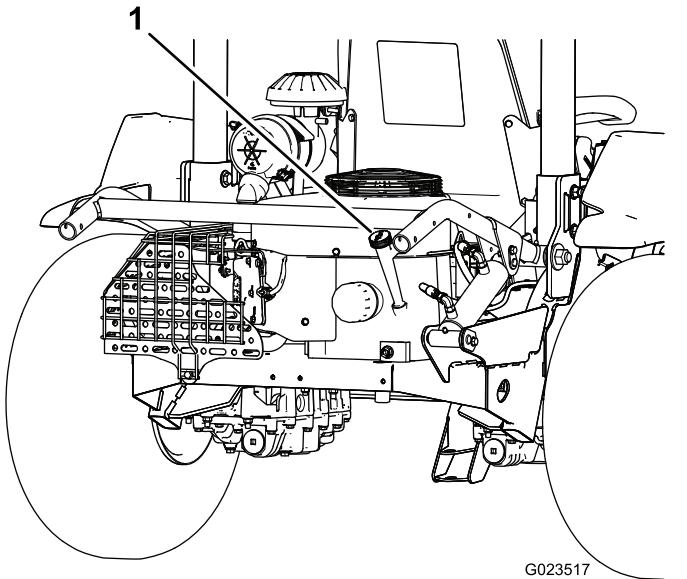
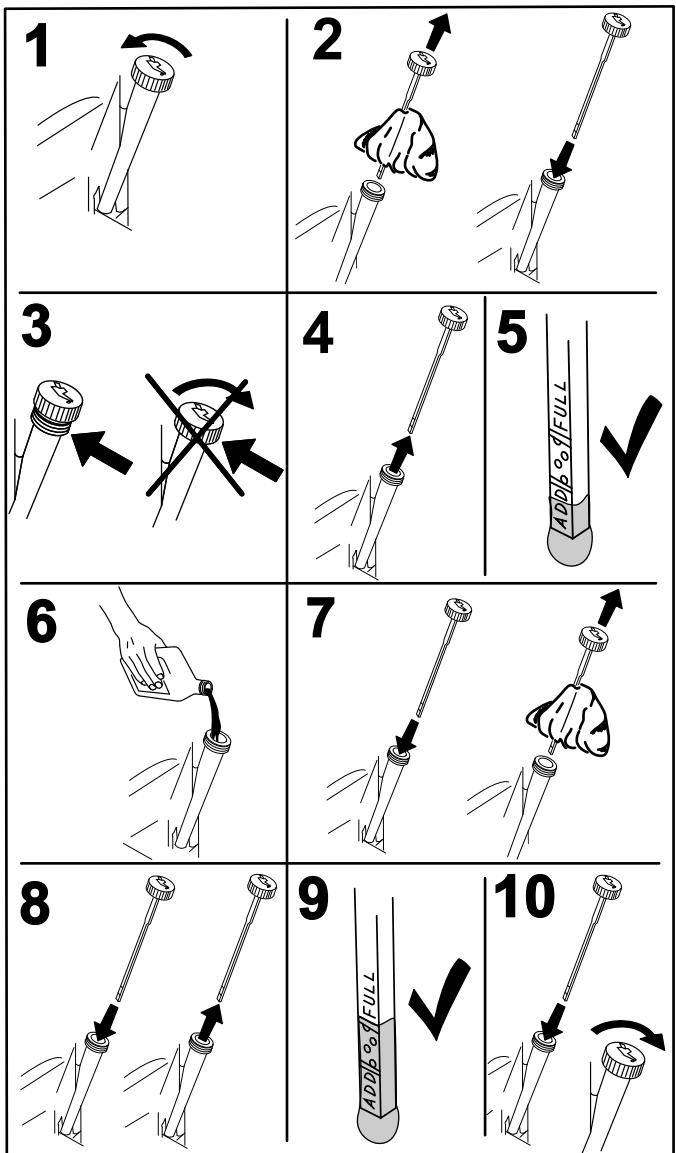

Bild 14
Bild 15
2. Nehmen Sie den Peilstab (Bild 14) heraus und wischen Sie ihn mit einem sauberen Lappen ab (Bild 15).